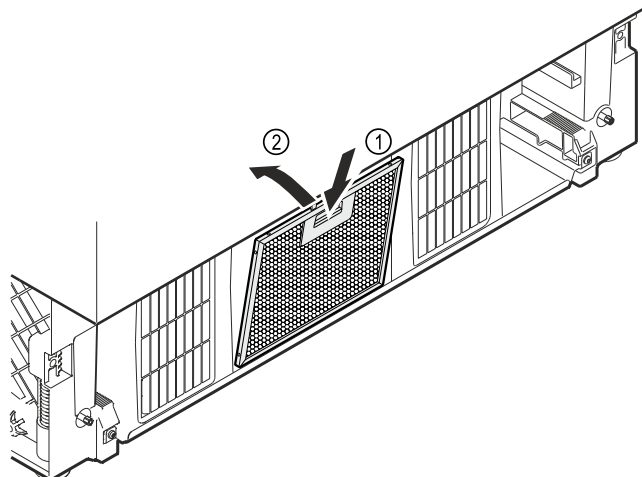

Fig. 24 Ilustratīvs attēlojums
- ▶ Nospiediet putekļu filtra taustiņu uz leju Fig. 24 (1) un turklāt vienlaikus sagāziet putekļu filtru uz aizmuguri un ievietojiet to Fig. 24 (2).